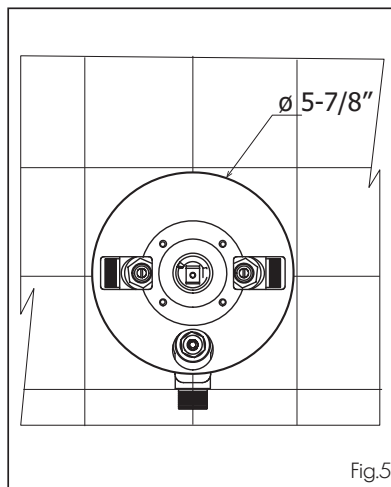

Fig.5
Connect the hot and cold water inlets and the mixed water outlets. The hot water inlet must always be connected on the left side of the valve and the cold water inlet on the right (Fig.5). **This valve is fitted with 2 mixed water outlets (A and B). Seal the (B) outlet if not used.**
Raccorder les tuyaux d'alimentation en eau chaude et froide de la valve ainsi que les sorties pour la distribution en eau mélangée. L'eau chaude doit toujours être raccordée à la gauche de la valve et l'eau froide à sa droite (Fig.5). Cette valve possède 2 sorties (A et B) pour l'eau mélangée. S'assurer de bien sceller la sortie (B) si elle n'est pas utilisée.
For an easy maintenance of the valve components after installation, cut out the opening on the wall by following the shape of the plastic protector cap (Fig.5). This will facilitate the access for cartridge replacement and also for all recommended maintenances.
Pour un entretien facile des composantes de la valve suite à son installation, faire une ouverture en utilisant le capuchon en plastique comme gabarit (Fig.5). Ceci facilitera l'accès pour les changements de cartouche et tout autre entretien requis.